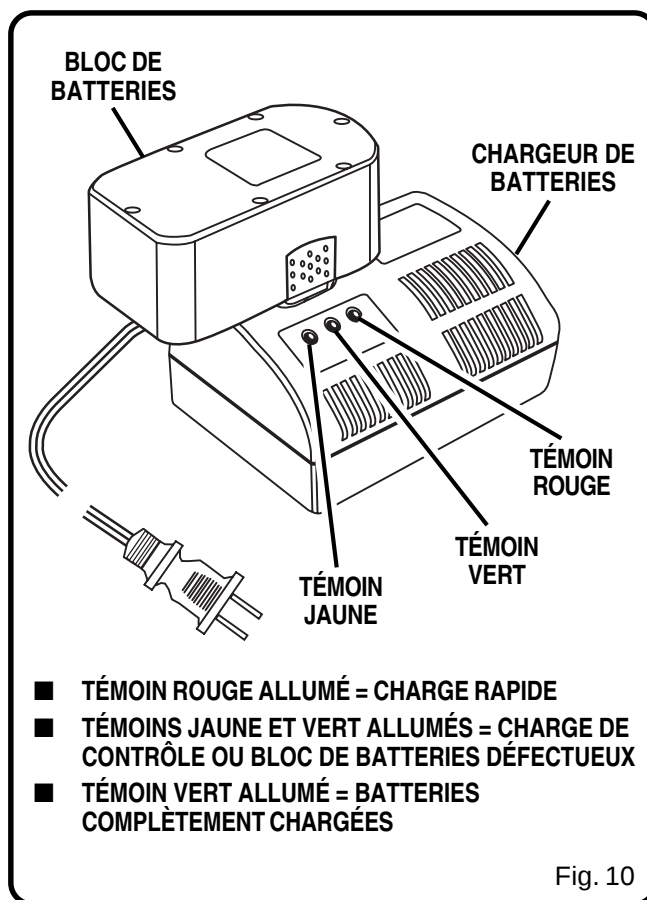

Fig. 10
Voir la figure 10.
- Placer le bloc de batteries dans le chargeur. *Voir la figure 10.* Aligner la saillie du bloc de batteries sur la rainure du chargeur.